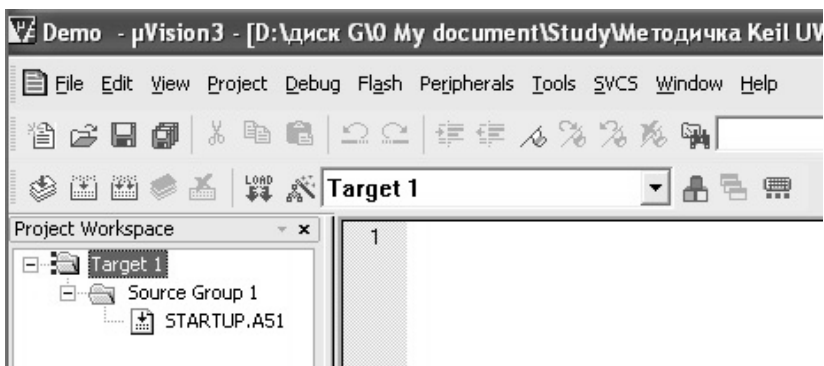

Рис.8. Окно работы с проектом
5. После этого в окне Project Workspace(данное окно находится в левой части монитора, сразу под панелями инструментов см. рис. 8) появится папочка с названием target1. Чтобы раскрыть все дерево каталогов следует нажать на плюсики слева от папки.